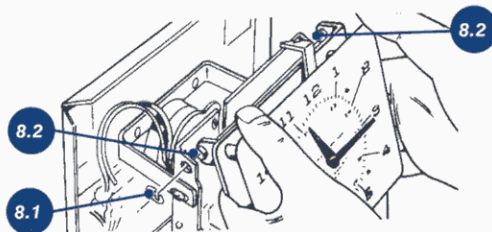

FIGURE 8
4. Lift type section slightly and move it to the right to release hinge pins **8.2** from their sockets. Unit will lift out (Fig. 8).
4. Soulevez un peu la section imprimante en la dirigeant vers la droite pour débloquer les goupilles du gond **8.2** de leurs trous. L'ensemble peut être retiré (Figure 8).
4. Den Typenabschnitt leicht anheben und nach rechts bewegen, um die Scharnierstifte **8.2** zu lösen. Jetzt den Typenabschnitt herausheben (Abb. 8).